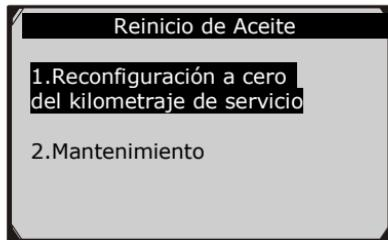

Figura 7.11
- ✓ En el menú **Reinicio de Aceite** (Figura 7.11), seleccione la función **Mantenimiento** y presione el botón **OK**. La pantalla mostrará la información de mantenimiento preestablecida del vehículo. Los elementos de información varían con vehículos diferentes.